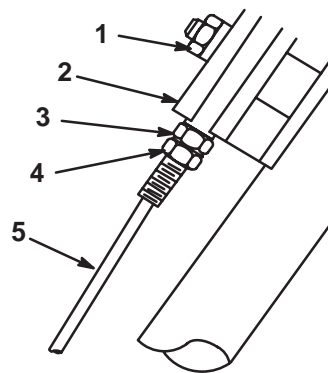

Figure 17
3. Desserrez l'écrou du bloc de support (Fig. 17).
4. Desserrez l'écrou de blocage inférieur sur le câble de commande de transmission aux roues (Fig. 17).
7. Serrez l'écrou de blocage inférieur pour caler l'écrou de blocage supérieur contre le bloc de support (Fig. 17).